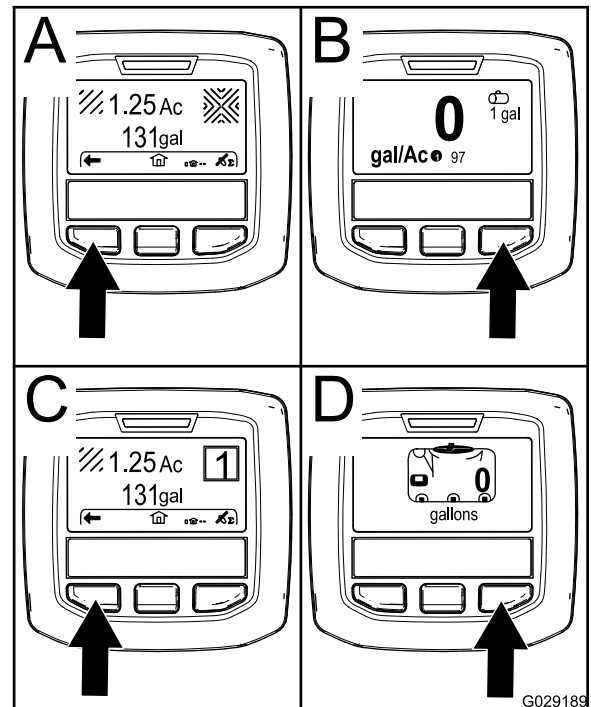

Figura 51
- Botón de selección izquierdo: **Área parcial fumigada** (Figura 51, C)
- Botón de selección izquierdo: **Volumen del depósito** (Figura 51, D)
- Botón de selección derecho: **Área total fumigada** (Figura 51, A)
- Botón de selección derecho: **Caudal de aplicación** (Figura 51, B)